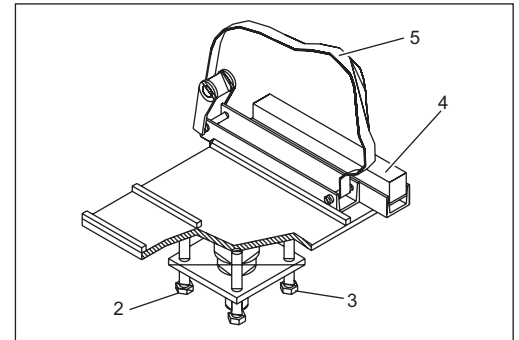

Fig. 6:
- afloje los tornillos de fijación (Fig. 6/4) de las piezas deslizantes
- Cambie la inclinación en diagonal paso a paso: afloje primero el tornillo (Fig.6/2) y luego ajústelo (Fig. 6/3) etc.